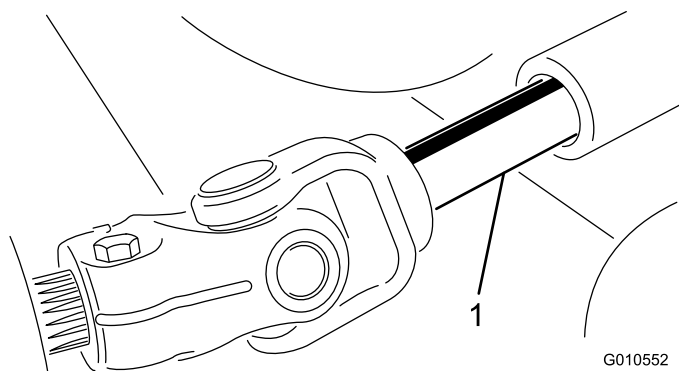

**Figura 26**
4. Retire los pasadores y las chavetas que fijan los brazos de elevación a los soportes de los brazos de las ruedas giratorias (Figura 26).